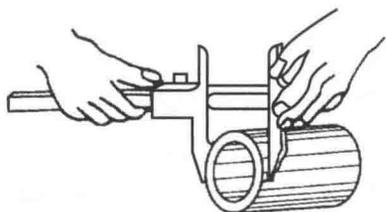
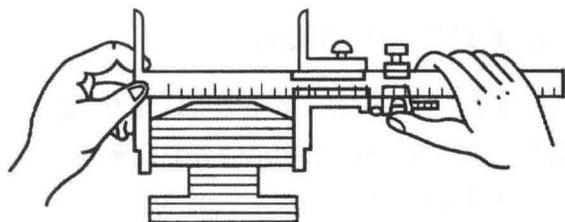

图 1.3.3 游标卡尺测量外圆直径方法
图 1.3.4 游标卡尺测量宽度方法
(1) 测量前, 先把游标卡尺擦拭干净; 检验量爪紧密贴合时是否有明显缝隙; 检查尺身和游标的零位是否对准; 最后检查被测量面是否平直无损。
(2) 移动尺框时, 活动要自如, 不应过松或过紧, 更不能有晃动现象。用紧固螺钉固定尺框时, 卡尺的读数不应有所改变。在移动尺框时, 不要忘记松开紧固螺钉, 但亦不宜过松。
(3) 测量工件的外表面尺寸时, 量爪的张开尺寸应大于工件的外表面尺寸, 以便量爪两侧自由地在工件表面滑动。测量时, 可以轻轻摇动卡尺, 放正垂直位置, 如图 1.3.3、图 1.3.4 所示。同样, 测量工件的内表面尺寸时, 量爪的张开尺寸应小于工件的尺寸。